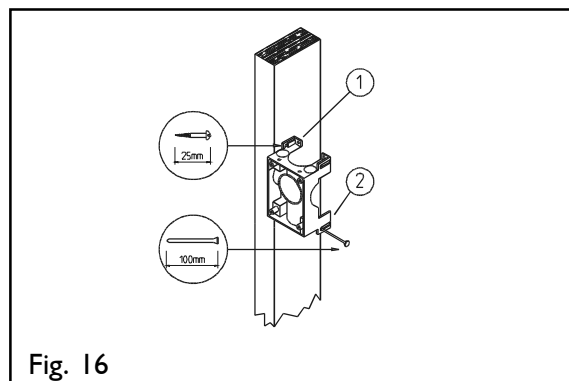
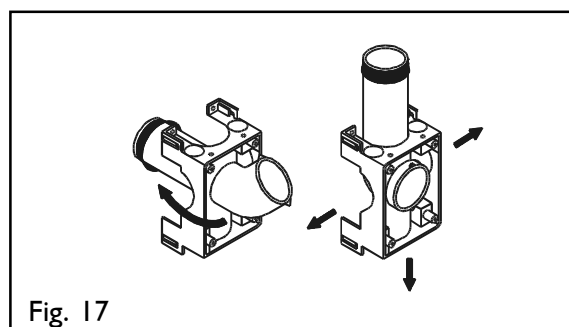
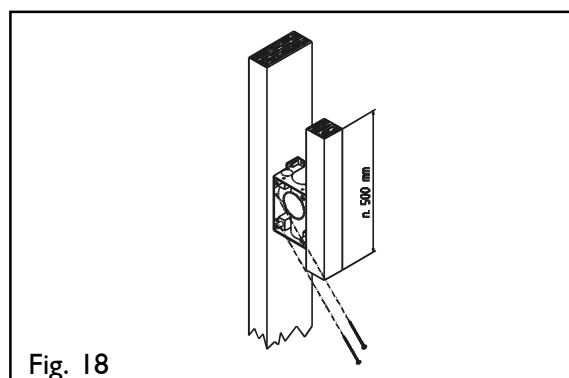

Fig. 16
Fig. 17
Fig. 18
Fäst montageställningen med en skruv i fästörat på samma sida som utgången för sugröret (① fig. 16). Röret kan alternativt gå i fyra olika riktningar (se fig. 17). Trä i sugdosans anslutningsböj på plats framifrån (se fig. 17) och observera det spelrum på 1...10 mm som finns för att reglera anslutningsböjens djup i förhållande till den bakomliggande skivan. Motstående sida fästs med en (100 mm lång) spik eller skruv som går genom båda fästörönen till sidan av regeln (② fig. 16). Säkraste förankring får man om montageställningen fäst på båda sidor med hjälp av en ca 500 mm lång extra kottling (fig. 18).